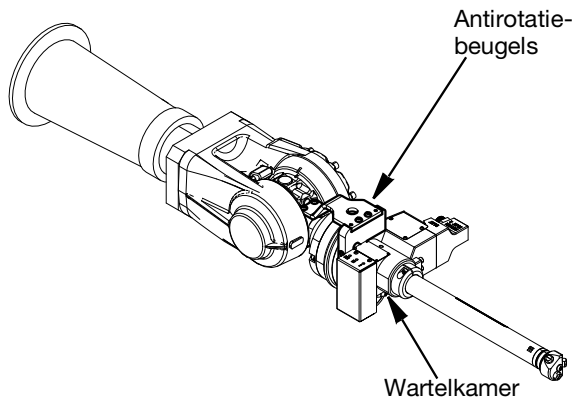

FIG. 3
Nadat het Switch 3D-pistool op de robot is gemonteerd, moeten de antirotatiebeugels aan de wartelbehuizing (619) en aan het bevestigingspunt op de robot worden bevestigd met behulp van de zeskantschroeven. De exacte montage van de antirotatiebeugels is afhankelijk van de gebruikte robot en set. Zie FIG. 3 voor het installatievoorbeeld en pagina 31 voor de onderdelenreferentie van de wartelkamer.